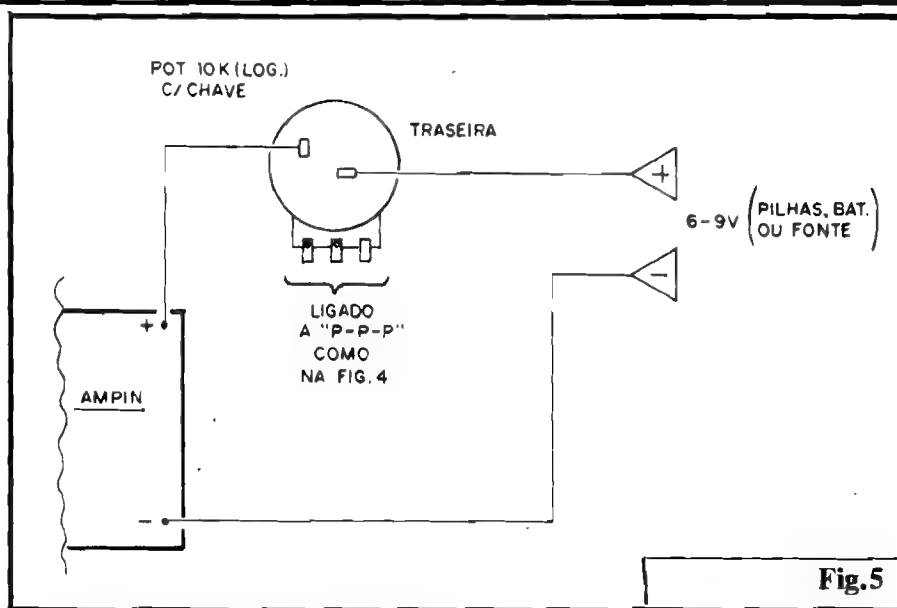

Fig.5
**- FIG. 5 - UTILIZAÇÃO DO POTENCIÔMETRO, PARA "LIGAR-DESLIGAR" DA ALIMENTAÇÃO** - Normalmente, no ramo **positivo** da linha de alimentação do circuito, insere-se um interruptor simples, que permita ligar-desligar o circuito quando se desejar... Entretanto, quem quiser simplificar os controles, poderá - simplesmente - usar como controle de **volume** um potenciômetro do tipo **com chave**... Fazendo-se as conexões conforme ilustra a figura, o mesmo "botão" usado para ajustar o **volume** funcionará, nos "primeiros instantes do seu giro", como chave interruptora geral da alimentação, tornando eventualmente mais confortável a utilização do **AMPLIFINHO** (e até, em